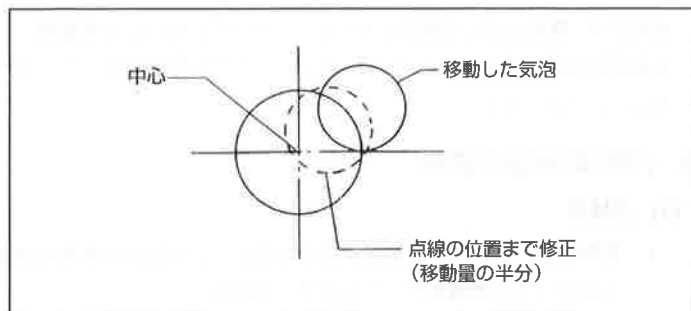

図 7
(2) 調整法
- 1 気泡が、中心位置からズレた量の半分を整準ねじで調整します。(図 7)